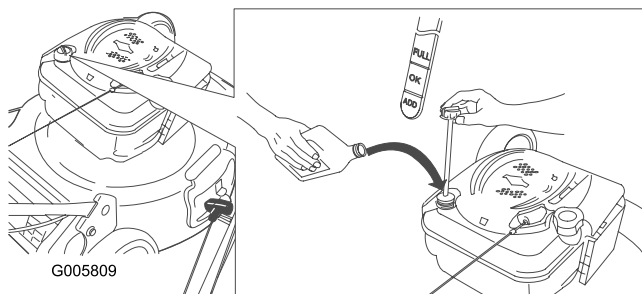

Figura 12
1. Togliete l'asta di misurazione del livello dell'olio, asciugatela ed inseritela a fondo nel foro (Figura 12).